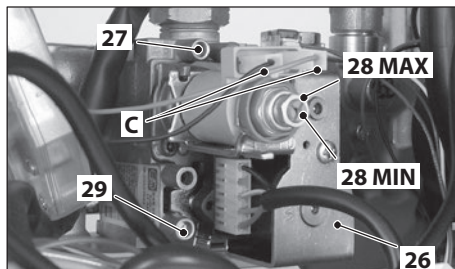

Figura 7.8
- A caldaia spenta (fuori servizio), controllare la pressione di alimentazione utilizzando la presa 29 in Figura 7.8 e confrontare il valore letto con quelli riportati nella tabella Pressioni di alimentazione gas nella sezione "Dati tecnici XINA 2.26" a pag. 20 e "Dati tecnici XINA 2.31" a pag. 23.
- Richiudere bene la presa di pressione 29 in Figura 7.8.
- Aprire la presa di pressione 27 in Figura 7.8 e collegare un manometro.
Confrontare il valore di pressione misurato con quello indicato nelle tabelle Pressione gas massima al bruciatore. Per tarare la pressione al bruciatore agire sul dado esagonale grande in ottone dell'operatore modulante 28 MAX in Figura 7.8 (ruotando in senso orario la pressione aumenta).
- Confrontare il valore di pressione misurato con quello indicato nelle tabelle Pressione gas minima al bruciatore. Per tarare la pressione al bruciatore agire sulla vite in plastica (28 MIN in Figura 7.8) tenendo fermo il dado esagonale in ottone grande (28 MAX in Figura 7.8) dell'operatore modulante (ruotando in senso orario la pressione aumenta).
IMPORTANTE: Dopo ogni misurazione delle pressioni gas, richiudere bene le prese di pressione utilizzate (27 e 29 in (Figura 7.8).